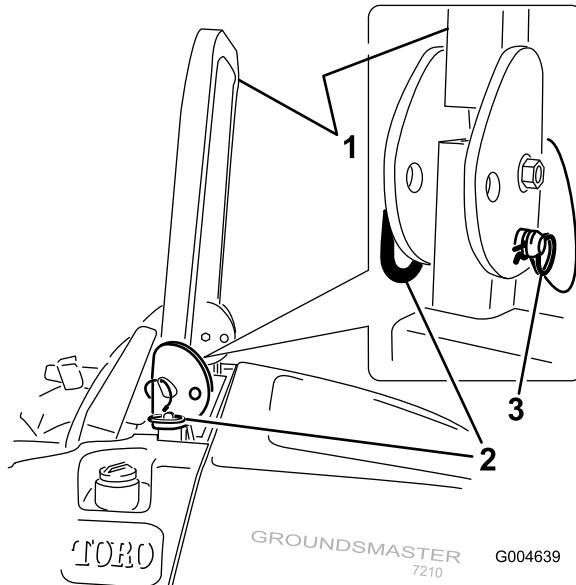

Bild 12
1. Nehmen Sie zum Absenken des Überrollbügels die Splints ab, drücken Sie den Überrollbügel nach vorne gegen die Federn und nehmen Sie die zwei Stifte ab (Bild 12).
3. Setzen Sie die zwei Stifte ein und befestigen sie mit den zwei Splints (Bild 12).
4. Entfernen Sie zum Hochklappen des Überrollbügels die Splints und zwei Stifte (Bild 12).
5. Richten Sie den Überrollbügel ganz auf und setzen zwei Stifte ein. Befestigen Sie die Stifte mit den Splints (Bild 12).